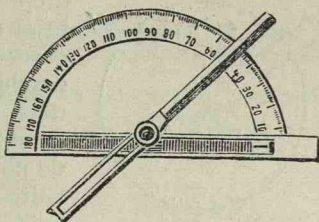

Fig. 70. Goniometrul lui Carangeot.
**Goniometrul lui Carangeot**, numit și **goniometrul de aplicație**. Acest goniometru fig. 70 se compune din două limbi de metal, care sunt unite la mijloc printr'un cui în jurul căruia se pot mișca în voe. Putem foarte bine zice că acest goniometru se aseamănă cu o pereche de foarfeci. Iată cum măsurăm un unghi cu acest